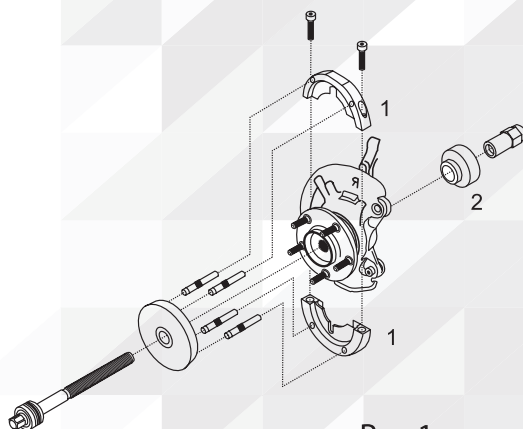

Рис.1
- Соберите съёмные сектора (1) см. схему (рис. 1), закрепите Рис.1 установочными винтами.
- Сзади установите адаптер для извлечения (2) на конец силового винта. Совместите вырезы с датчиком ABS.
- Установите силовую гайку на ходовой винт как изображено на рис. 1 .